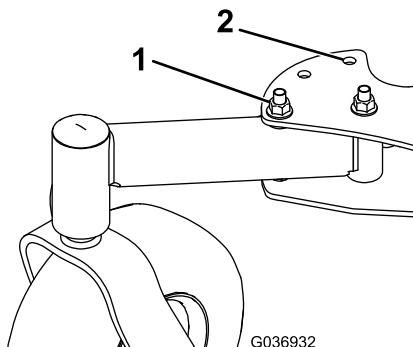

Figure 1
5. Retirez les boulons et écrous extérieurs qui fixent les roues pivotantes en place (Figure 1).
6. Faites tourner les roues pivotantes à la position arrière et fixez-les avec les boulons et écrous retirés précédemment (Figure 1).